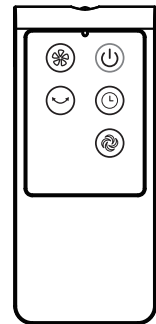

Fig.4
I. REMOTE CONTROLLER OPERATION (Fig.4)